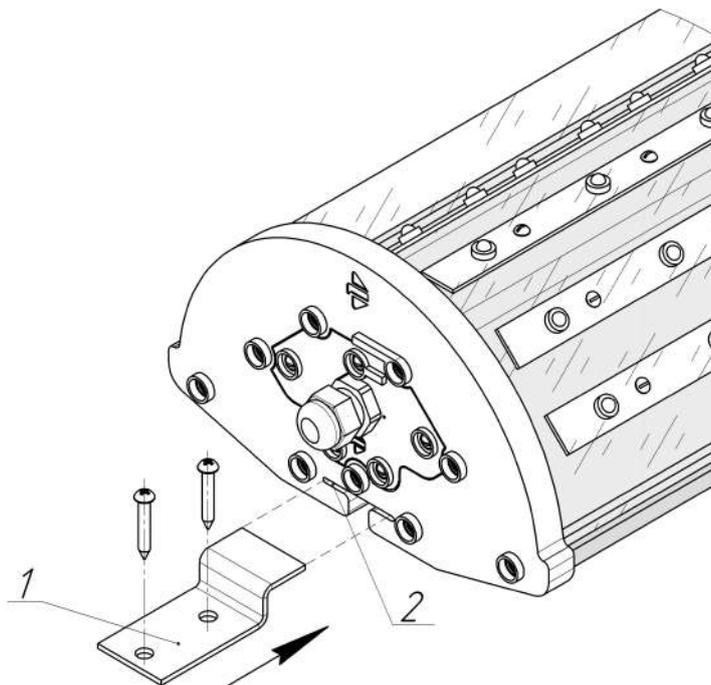

Рис.3 Крепление светильника
2.2.3. Крепление светильников на плоскую поверхность производить с помощью двух кронштейнов (см. рис.3 поз.1). Кронштейны вставить с торца светильника в отверстия крышки (рис.3 поз.2) и крепить к стене или потолку используя дюбель-гвозди или другой крепеж.